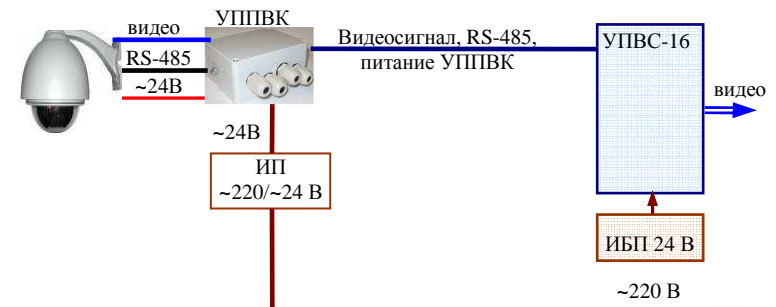

Рисунок 1.1. Схема применения УПКВ в комплекте с устройством приема видеосигналов УПВС-16
1.2 УППВК применяется в комплекте с устройством приема видеосигналов типа УПВС-16 ФИДШ.468369.002ТУ (рис.1.1) или с устройством типа модуля приемника видеосигнала 8-канального ФИДШ.468349.006ТУ (из состава сервера типа СЛЗ ФИДШ.425661.001ТУ интегрированного комплекса «Пахра»). Полную информацию можно получить на сайте [www.asbgroup.ru](http://www.asbgroup.ru).